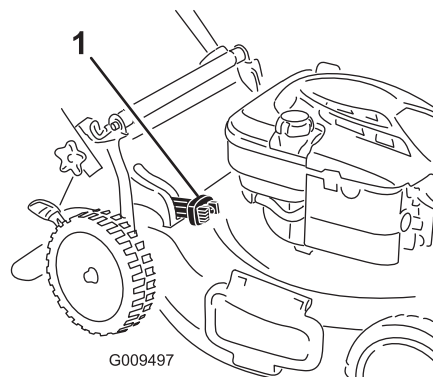

Figure 19
- Pour ramasser les déchets d'herbe et de feuilles, appuyez sur le bouton du levier de ramassage sur demande et déplacez le levier complètement en avant jusqu'à ce que le bouton ressorte (Figure 19).